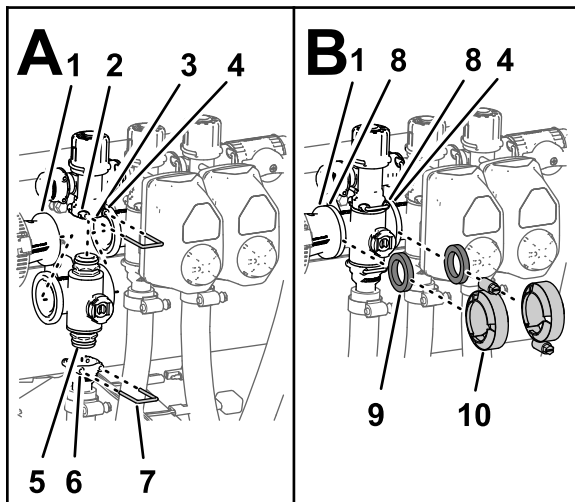

Bild 83
1. Setzen Sie das obere Endkappen-Anschlussstück des Verteilerventils in das Anschlussstück des Sicherheitsventils ein (Bild 83 A).
2. Stecken Sie einen Halter in die Buchse des Anschlussstückes des Sicherheitsventils, um das Endkappen-Anschlussstück am Anschlussstück des Sicherheitsventils zu befestigen (Bild 83 A).
3. Montieren Sie das Auslaufanschlussstück am unteren Endkappen-Anschlussstück des Verteilerventils (Bild 83 A).
4. Stecken Sie einen Halter in die Buchse des Auslauf-Anschlussstücks, um das Endkappen-Anschlussstück am Auslaufanschlussstück zu befestigen (Bild 83 A).
5. Fluchten Sie eine Dichtung zwischen den Flanschen der Reduzierkupplung und dem Abschnittventilverteiler aus (Bild 83 B).
6. Montieren Sie die Reduzierkupplung, die Dichtung und den Abschnittventilverteiler mit einer Klemme und ziehen sie mit der Hand an (Bild 83 B).
7. Fluchten Sie für den Einbau der zwei ganz linken Abschnittventile eine Dichtung zwischen den Flanschen der zwei danebenliegenden Abschnittventilverteiler aus (Bild 83 B).
8. Montieren Sie die zwei benachbarten Abschnittventilverteiler und die Dichtung mit einer Klemme und ziehen sie mit der Hand an (Bild 83 B).